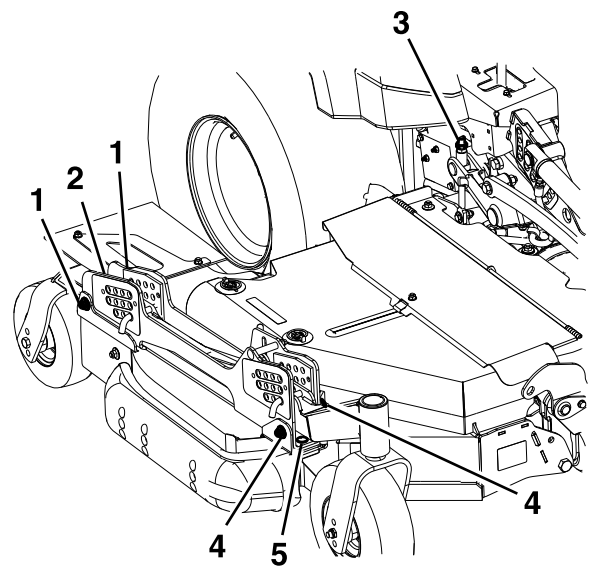

Figure 84
- Si le tablier est trop bas, serrez le boulon de réglage de hauteur avant (Figure 84) en tournant l'écrou inférieur dans le sens horaire.
- Si le tablier est trop haut, desserrez le boulon de réglage de hauteur avant (Figure 84) en tournant l'écrou inférieur dans le sens antihoraire. Ajustez précisément les dispositifs de réglage arrière au besoin.
Réglez la hauteur de la roue arrière (Figure 84) de sorte qu'elle touche légèrement le sol, avec une pression minimale.
3. Sur les tabliers latéraux gauche et droit, la hauteur de la lame peut s'ajuster grâce à des points de réglage avant et arrière. Pour régler la hauteur d'une lame latérale, commencez par desserrer les écrous de fixation des supports de hauteur de coupe avant et arrière. Il y a quatre emplacements (deux de chaque côté du profilé), comme montré à la Figure 84.
4. Mesurez l'arrière des lames latérales. Si l'une ou l'autre présente une inclinaison de moins de 1,5 mm (1/16 po), élevez l'arrière du tablier en serrant les réglages arrière gauche et droit (Figure 84) jusqu'à ce que les quatre lames présentent une inclinaison minimale de 1,5 mm (1/16 po). Réglez les roues arrière latérales de sorte qu'elles touchent légèrement le sol, avec une pression minimale. Serrez les quatre emplacements de fixation des supports arrière (Figure 84).